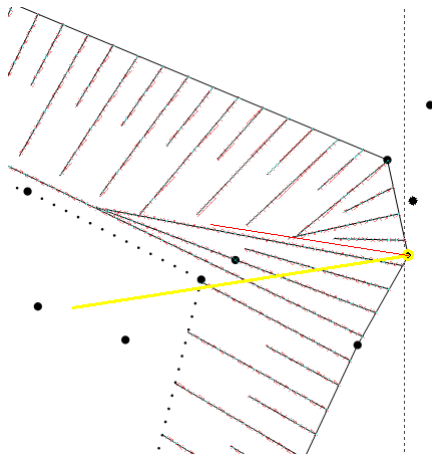
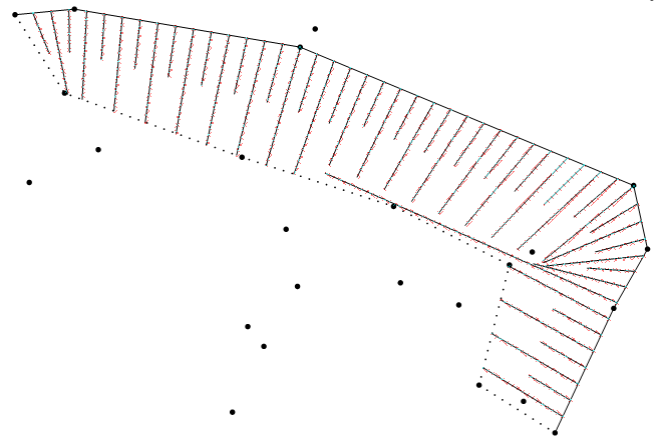

рис. 24
рис. 25
4) После нажатия левой кнопки мыши около узла появится управляемый желтый луч. Этим лучом необходимо задать новое направление штрихам (рис. 24). Зафиксировав изменения левой кнопкой мыши, получим корректное изображение штрихов откоса (рис. 25).